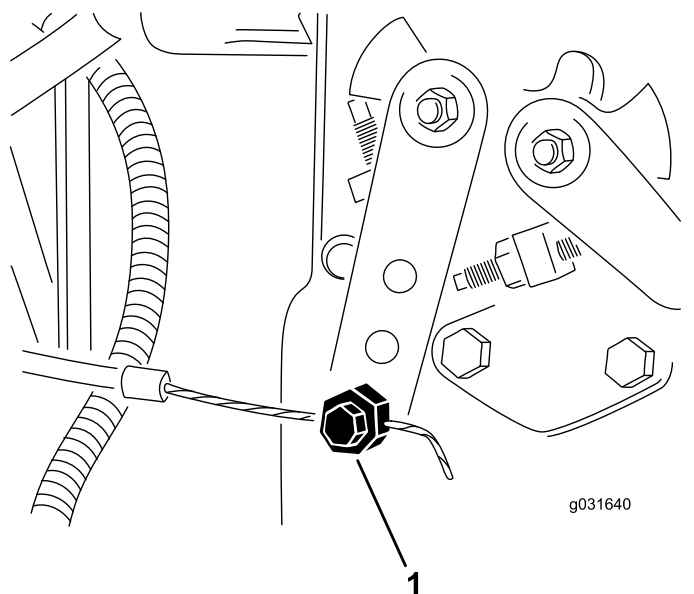

Рисунок 61
2. Ослабьте соединитель тросика дроссельной заслонки на плече рычага топливного насоса (Рисунок 61).